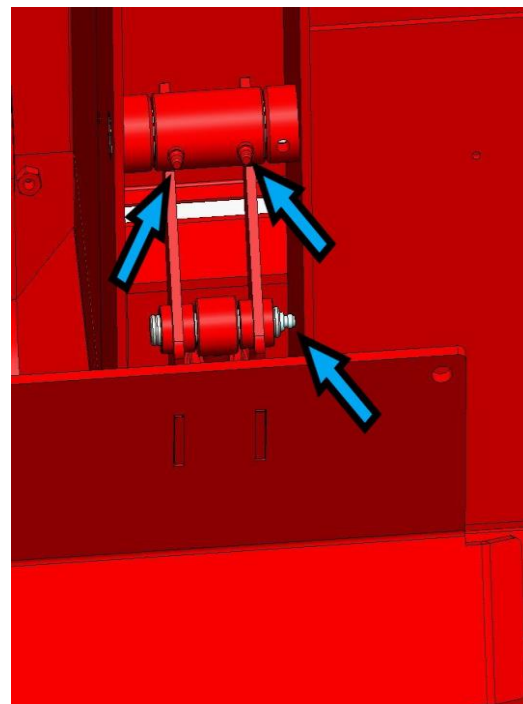

Bild 44.
4. Fällplattans niplar (3 st. på bild 44).